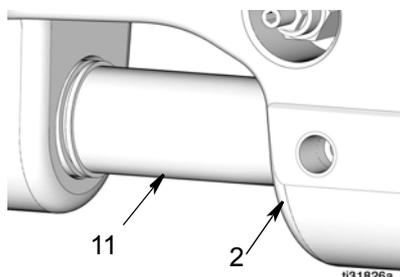

FIG. 17
3. Rimuovere il dado tenditore (14) dalla base della pompa (2).
4. Fare leva sul cilindro della pompa (11) per rimuoverlo dalla base della pompa (2) (FIG. 17).
**NOTA:** Quando si rimuove il cilindro, fare attenzione a non graffiare o danneggiare la superficie esterna del cilindro della pompa e/o la cavità della base della pompa (2)